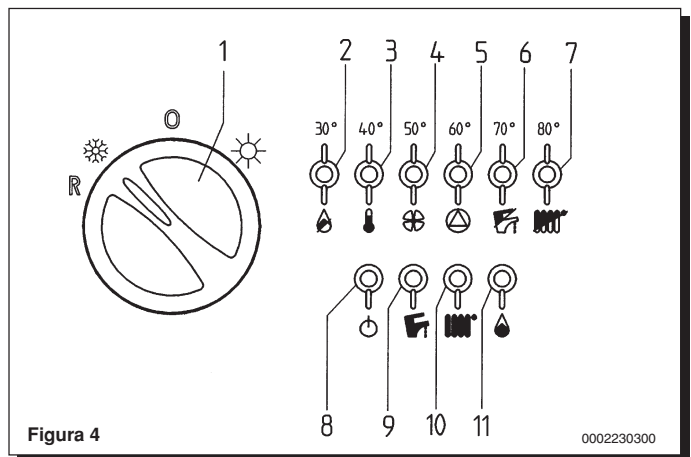

Figura 4
Si consiglia in questo caso di ripetere le operazioni di accensione, fino all'arrivo del gas al bruciatore, posizionando momentaneamente la manopola (1) in (R) (vedere anche figura 4).